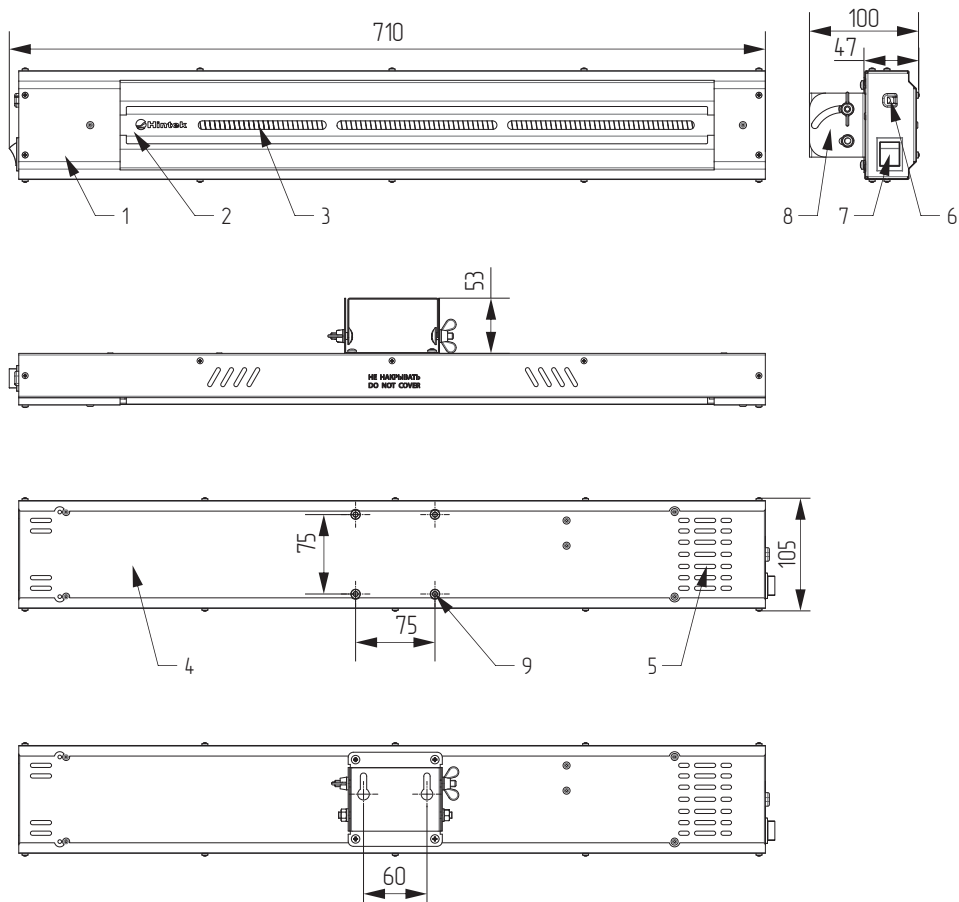

Рисунок 1.
5.1. Обогреватель (см. рис. 1, 2) представляет собой металлический корпус, состоящий из передней панели 1, защитной решётки 2 и задней панели 4. Внутри корпуса на шасси расположен нагревательный элемент 3 — трубка из кварцевого стекла, внутри которой расположена нагревательная спираль. За нагревательным элементом имеется отражающий экран. На боковой поверхности корпуса расположены рокерный переключатель (клавишный выключатель) с подсветкой 7 и выход шнура питания 6.
6.6. На стене с помощью уровня и рулетки (линейки) следует разметить отверстия для монтажа обогревателя. Размеры для разметки приведены на рис. 1, 2.